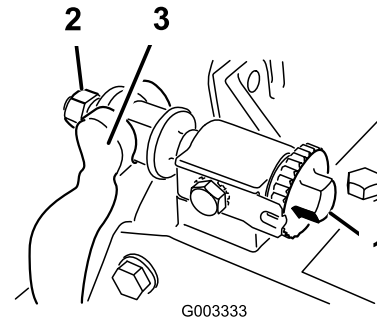

Bild 61
1. Drehen Sie die Einstellschraube des Untermesserträgers nach links, damit sich der Abstand zwischen Untermesser und Spindel vergrößert (Bild 61).